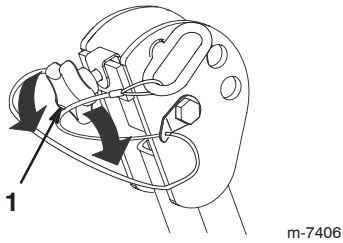

Figure 2
1. Pour abaisser l'arceau de sécurité, desserrez les poignées avant (Fig. 2).
7. Serrez les poignées avant contre les extrémités centrales de l'arceau de sécurité (Fig. 2).